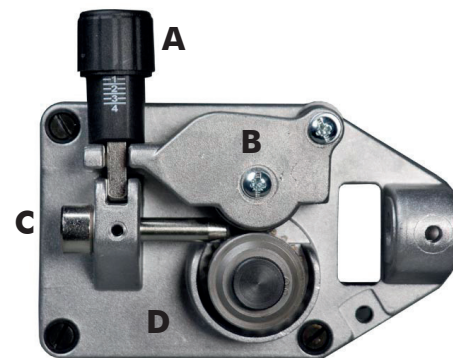

Рис. 11
- Ослабьте и опустите пластмассовую рукоятку (А) и поднимите прижимные рычаги проволоки (В) (рис. 11). Удалите возможные остатки проволоки из кожуха проволоковода.
- Выпустите проволоку с катушки и с помощью двух зажимов прочно удерживайте так, чтобы она не могла развернуться. При необходимости распрямите конец проволоки перед тем, как вставить его во входную направляющую (С). Вставьте туда проволоку, пропустив её под нижними роликами (D) и вставив в кожух проволоковода.